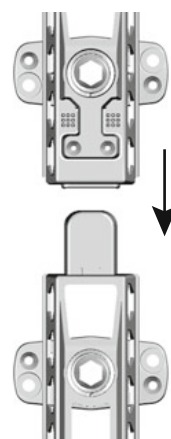

рис. 8
7. Каждый последующий верхний ряд профилей с помощью специальных выступов вставляется в нижний ряд (рис. 8), выставляется вертикально по уровню и крепится к стене.